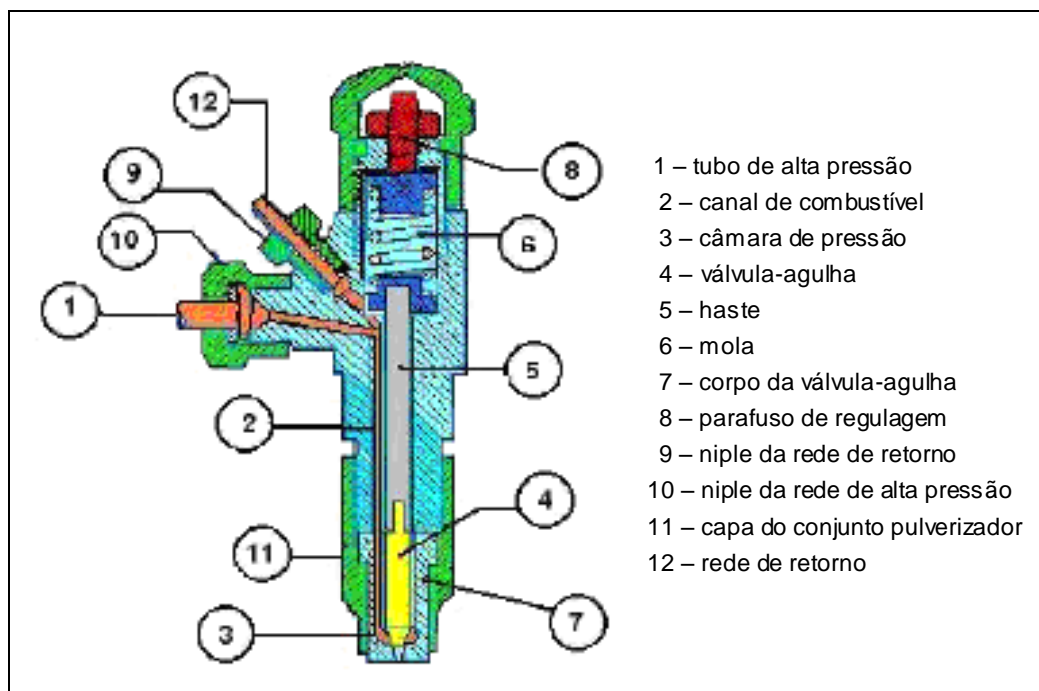

Figura 4.1.2.1 - Válvula de injeção Bosch.
Devemos removê-la do motor, desmontá-la, lavar seus componentes com escovinha e óleo diesel limpo. Limpar e medir o(s) furo(s) do bico da válvula com as ferramentas apropriadas fornecidas pelo fabricante. O conjunto formado pela válvula-agulha (4) e seu cilindro (7), figura 4.1.2.1, é fabricado com **extrema precisão um para o outro**. Portanto, não podem ser trocados separadamente.